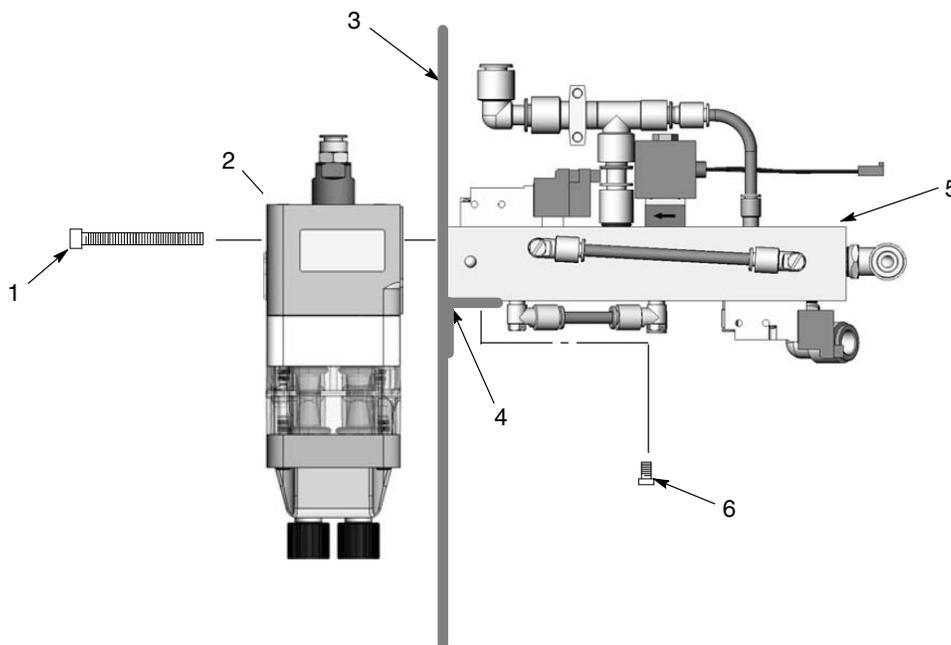

Abbildung 4-1 Pumpe und Verteilerblock installieren
1. Siehe Abbildung 4-1. Sicherstellen, dass die Dichtungen an Pumpe (2) und Verteilerblock (5) nicht beschädigt sind. Wenn die Dichtungen beschädigt sind, ersetzen.
2. Den Verteilerblock auf die passende Montagehalterung (4) an der Wand der Pumpenkonsole (3) setzen. Den Verteilerblock mit den Befestigungsschrauben (6) befestigen, aber die Schrauben noch nicht anziehen.
3. Die Pumpe mit den Pumpenbefestigungsschrauben (1) an der Pumpenkonsole befestigen. Die Pumpenbefestigungsschrauben fest anziehen.